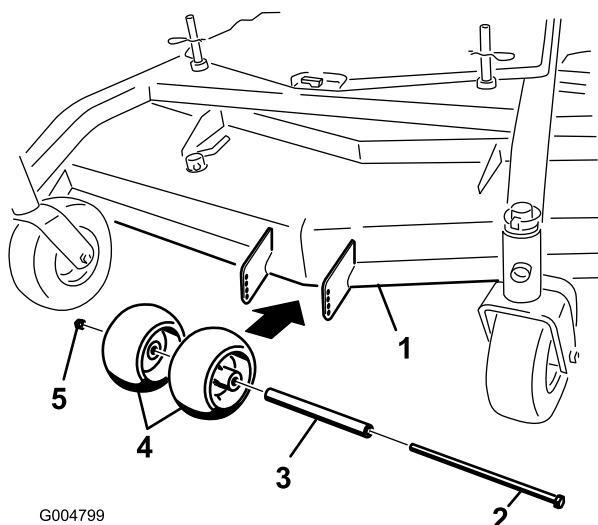
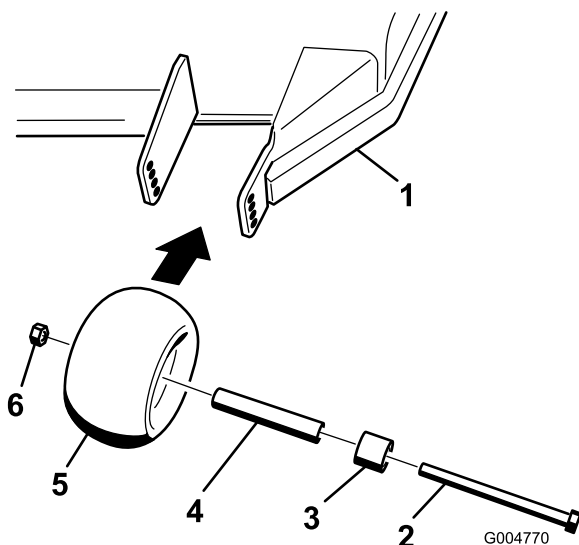
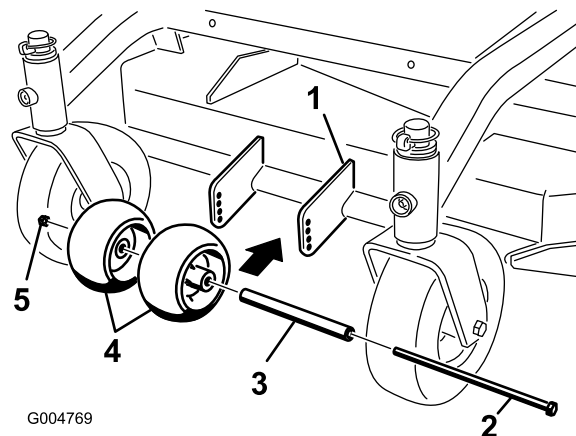

Figura 13
Figura 14
Figura 15
1. Después de ajustar la altura de corte, revise los rodillos para asegurarse de que haya una separación mínima del suelo de 10 mm (3/8 pulg.) (Figura 13, Figura 14, Figura 15).
2. Si es necesario realizar ajustes, retire el perno, las arandelas y la tuerca (Figura 13, Figura 14, Figura 15).
3. Seleccione un taladro para que los rodillos tengan una separación mínima del suelo de 10 mm (3/8 pulg.) (Figura 13, Figura 14, Figura 15).
4. Instale el perno y la tuerca (Figura 13, Figura 14, Figura 15).